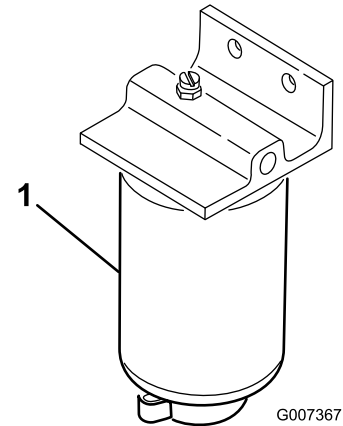

Figura 27
2. Coloque um recipiente de escoamento debaixo do filtro de combustível (Figura 27).
acumulada (Figura 27). Volte a apertar o tampão após o escoamento.